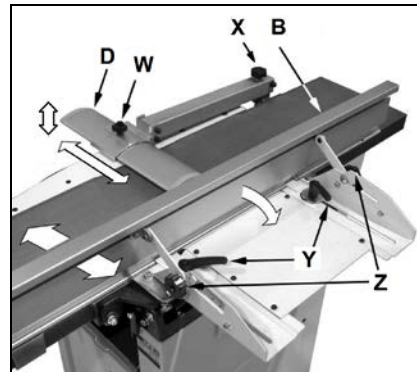

Fig 12
Zur seitlichen Verstellung, die Griffschraube (W, Fig 12) lösen. Den Messerschutz (D) gegen den Fügeanschlag (B) bzw gegen das Werkstück anstellen.
Zum Verstellen, lösen Sie die 2 Indexiergriffe (Y, Fig 12).
Zum Verstellen, lösen Sie die 2 Griffschrauben (Z, Fig 12).